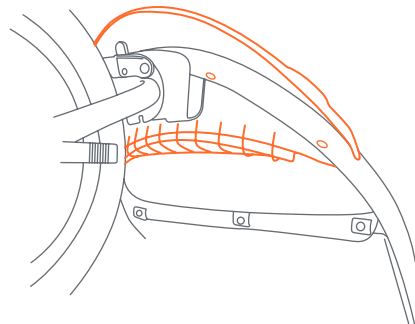

Fig. 24a
- 24) • Aligner le pare-chocs et presser sur le cadre avant (Fig. 24a).